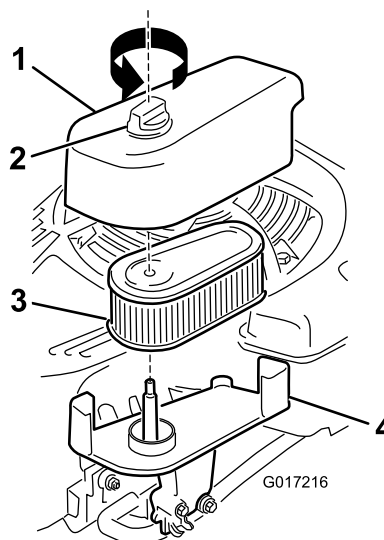

Figura 28
1. Afloje el cierre y retire la tapa del filtro de aire (Figura 28).